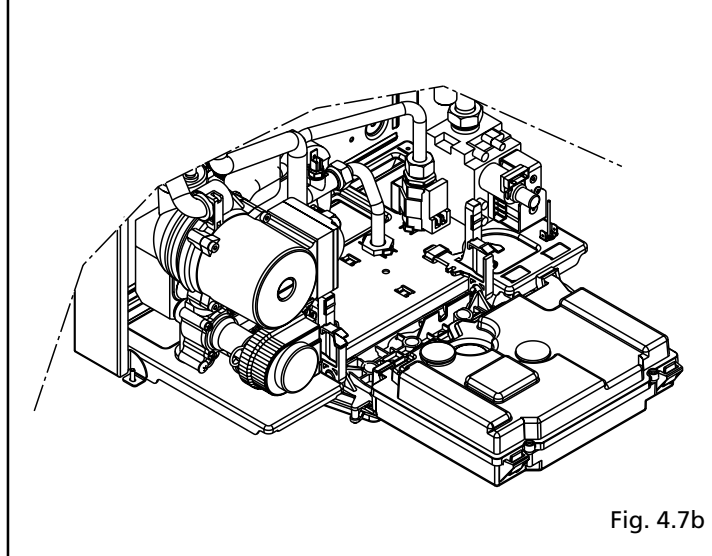

Fig. 4.7b
- Ruotare il cruscotto in avanti (fig. 4.7b)